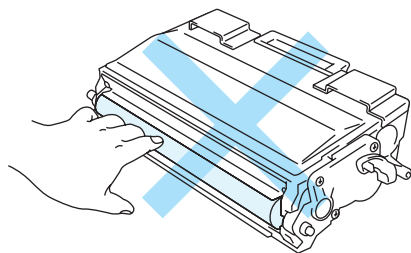

图 6-12
- 切勿接触图 6-12 和 6-13 中的阴影部分，以避免降低打印质量。